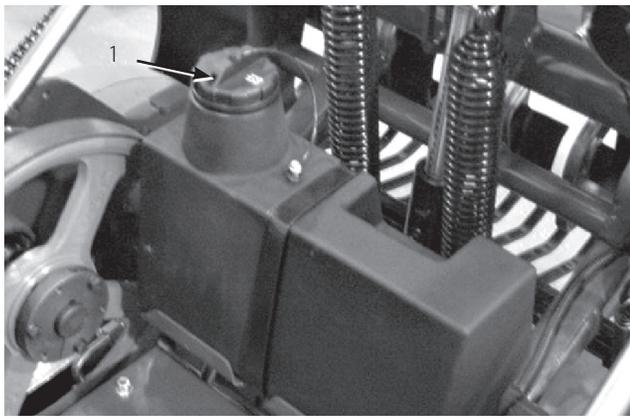

図 14
3. 油圧タンクの補給口の周辺をきれいに拭く (図14)。給油口からキャップを取る。